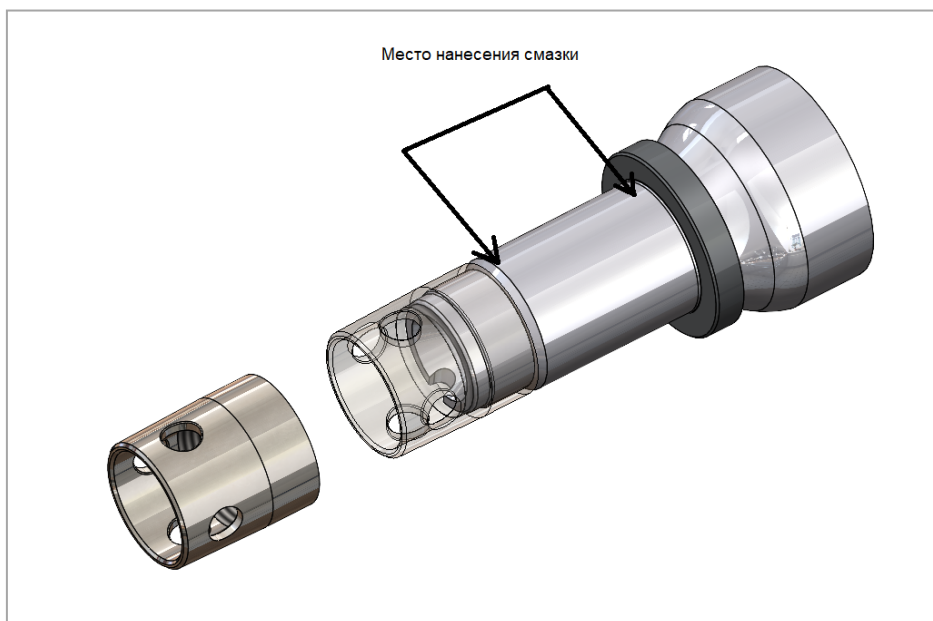

Рис. 12. Место нанесение смазки.
2) Нанесите тонкий слой антифреттинговой смазки 85% на цапфу, остаток 15% используйте ближе к упорному кольцу (рис. 12).
2) Отверните гайку подшипников ступицы и снимите упорную шайбу (рис. 12).